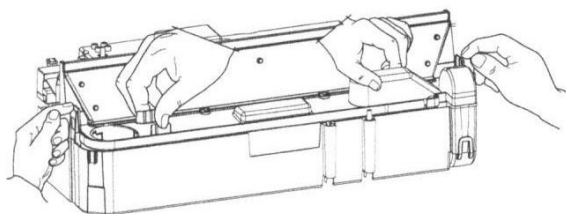

Fig 25
6. Til het waterreservoir (grijs) voorzichtig op (fig. 25) en zorg ervoor dat hij waterpas blijft, zodat u geen water morst. Plaats hem in de gootsteen.